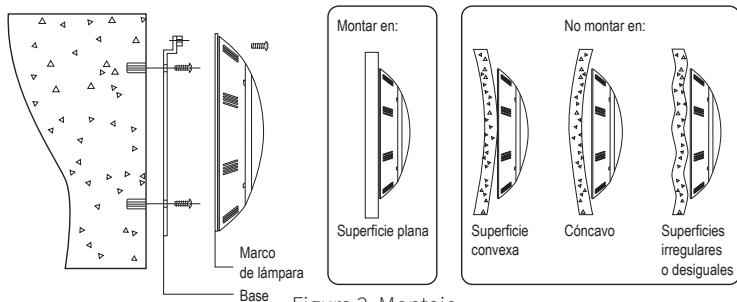

Figura 2. Montaje
1.- La lámpara debe de instalarse en una pared vertical, respetando las especificaciones mostradas en la figura 2.